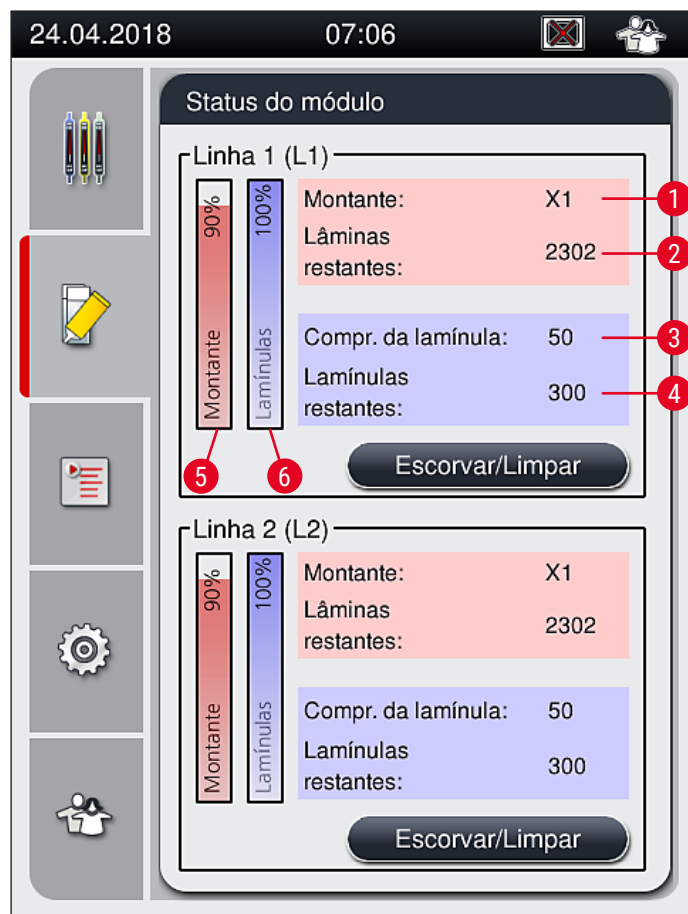

Fig. 22
7. Os frascos do montante que são inseridos são detectados pelo software do aparelho e o **Status do módulo** (→ Fig. 22) é atualizado.